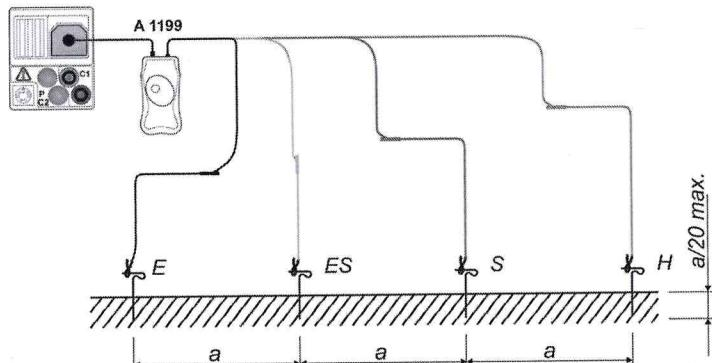

Рисунок 5.41: Измерение удельного сопротивления грунта
- Подключите измерительную проводку (выводы) к щупам заземления (см. Рисунок 5.41: Измерение удельного сопротивления грунта ).